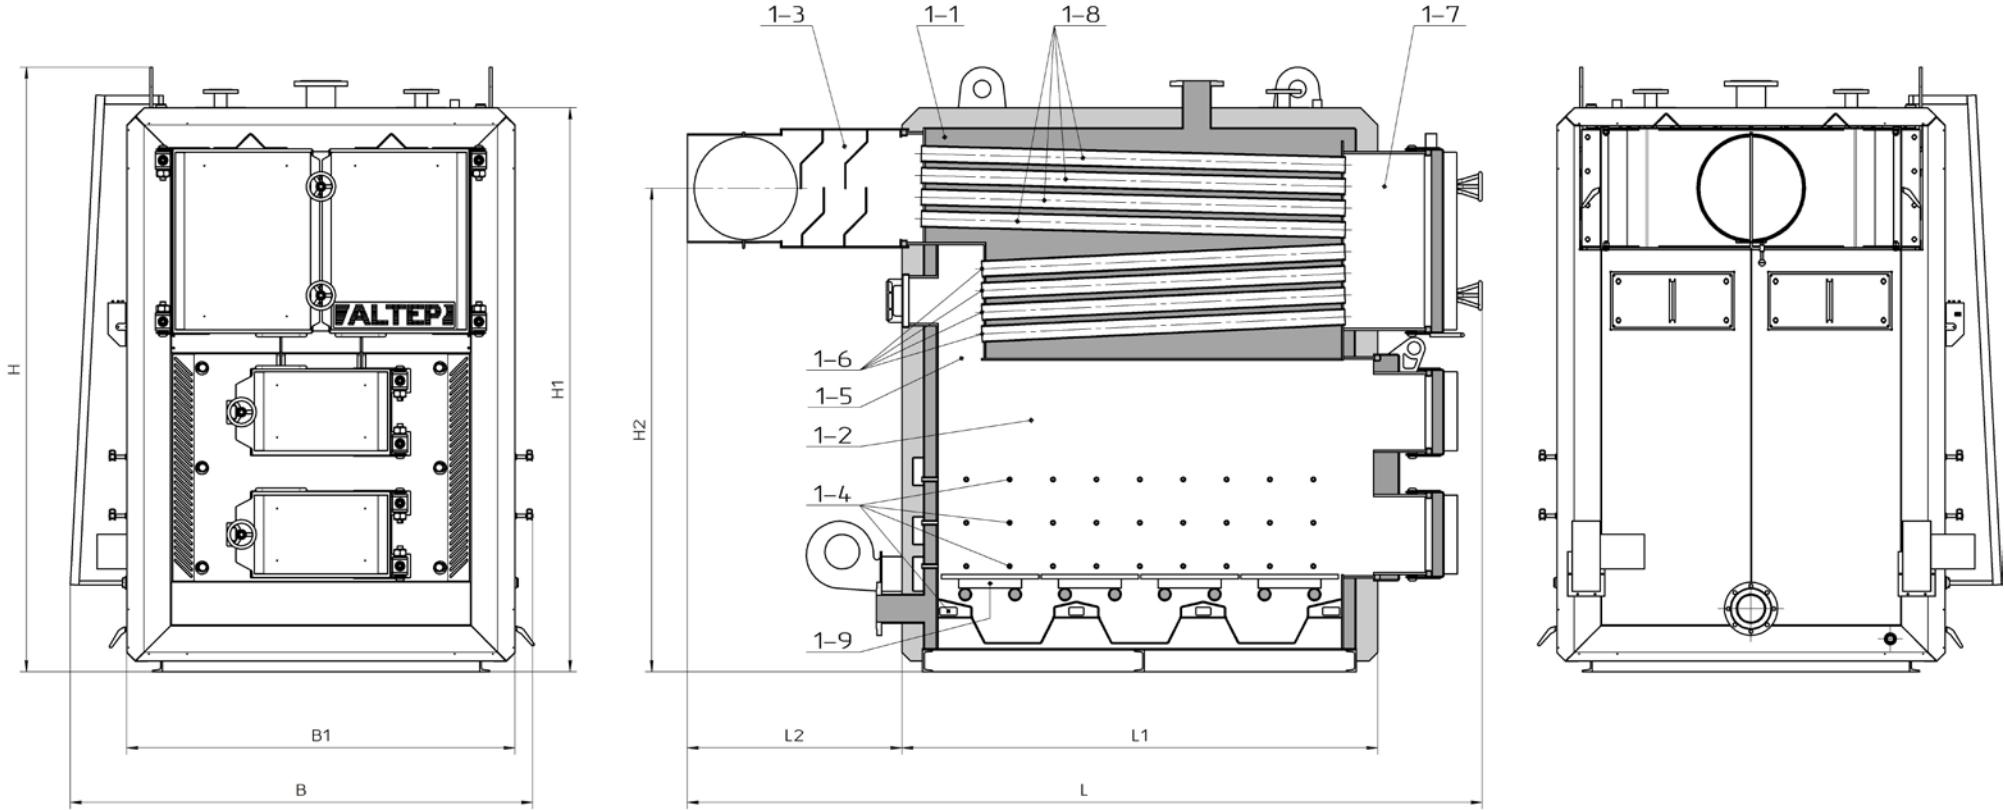
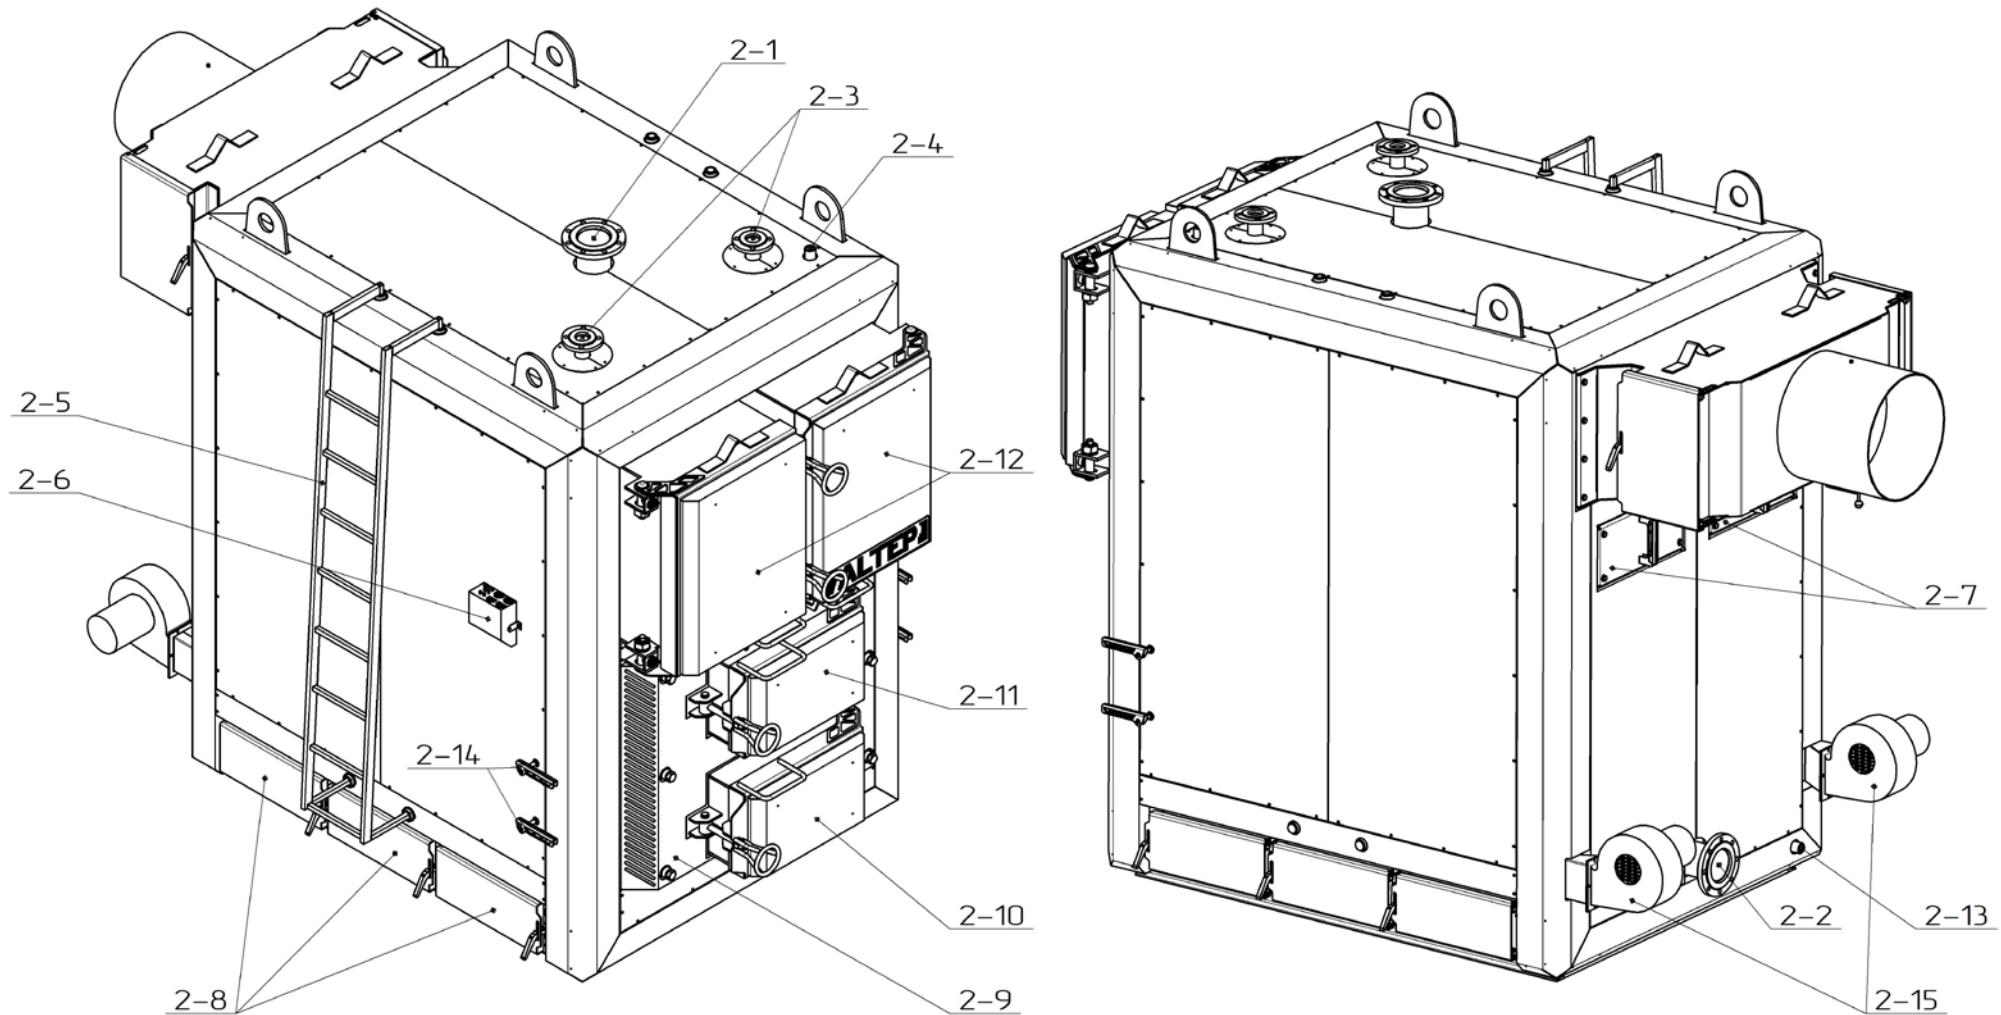

Рисунок 1 – Габаритні розміри та внутрішня будова котла
Рисунок 2 – Зовнішній вигляд та основні елементи котла
5.1 Конструктивно котел являє собою збірно-зварену конструкцію (рис. 1, 2), що складається з корпуса 1-1 (рис. 1) з камерою згоряння (топкою) 1-2 (рис. 1) та конвекційної частини.
Конвекційна частина утворена двома рядами жарових труб 1-6 та 1-8 (рис. 1), які розташовані у водному просторі безпосередньо над топкою.
Паливо для згоряння завантажується в топку крізь завантажувальні дверцята 2-11 (рис. 2) та укладається на чавунні колосникові грати 1-9 (рис. 1).
Згоряння палива в топці відбувається за участю повітря, яке надходить крізь патрубки подачі повітря 1-4 (рис. 1) припливними вентиляторами 2-15 (рис. 2). Кількість повітря, необхідного для процесу згоряння, регулюється автоматично блоком автоматики управління.
Димові гази, які утворюються в процесі згоряння палива, проходять всередині топки і далі, через поворотну камеру 1-5 (рис. 1), проходять всередині першого ряду жарових труб 1-6 (рис. 1), розвертуються у другій поворотній камері 1-7 (рис. 1), проходять всередині другого ряду жарових труб 1-8 (рис. 1) після чого надходять до борова 1-3 (рис. 2) та виводяться в атмосферу по димовій трубі.
Боров 1-3 (рис. 1) являє собою з'ємний димозбірник з люками для чищення та вбудованим шибером тяги топочних газів.
Підведення і відведення теплоносія (води) здійснюється відповідно через патрубки зворотної мережної води 2-2 (рис. 2) і прямої мережної води 2-1 (рис. 2).
У верхній частині корпуса котла розташовано два однакові патрубки 2-3 (рис. 2) для монтажу запобіжних клапанів, а також штуцер 2-4 (рис. 2) для монтажу манометра.
5.2 На передній стінці корпуса котла розташовано ряд дверцят (рис. 2):
Двері топки 2-9 (рис. 2) виконані з'ємними для можливості переведення котла в режим автоматичної подачі палива з пелетним пальником. Опис процедури переведення котла в режим автоматичної подачі палива наведено в розділі 12.
На задній стінці під боровом розташовані ревізійні вікна 2-7 (рис. 2), які дають можливість періодично огляду простору першої поворотної камери.
У нижній частині на задній стінці котла розміщено штуцер 2-13 (рис. 2) для зливу води з котла.
На обох бічних стінках в нижній їх частині розміщено ряд дверцят зольника 2-8 (рис. 2) – для доступу та чищення підколосникової зони від золи. Конструкція котла дозволяє виконати монтаж системи автоматичного видалення золи за місцем експлуатації котла.
Для зручності доступу до верхньої частини корпусу котла, в комплекті поставляється монтажна драбина 2-5 (рис. 2), посадочні місця під яку передбачені з обох сторін котла.